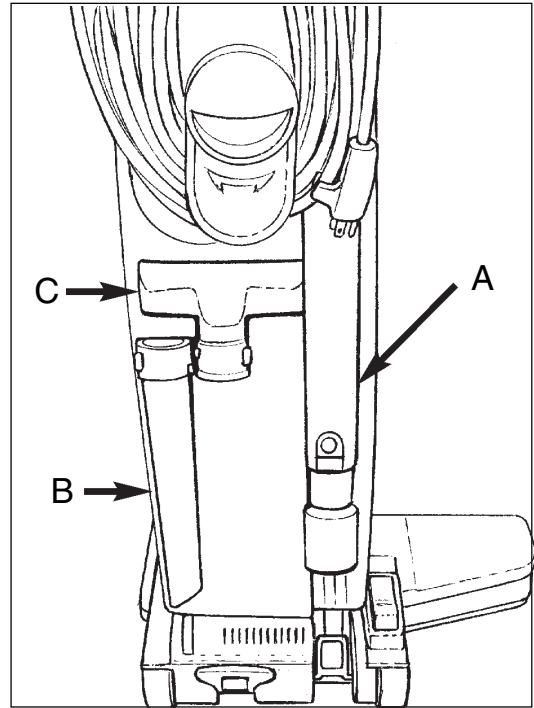

Figura 6
5. Instale el conjunto de la varilla en el alojamiento del depósito trasero derecho (consulte la figura 6, ítem A).
8. Encaje a presión las herramientas para hendiduras (B) y para tapicería (C) en el retenedor de herramientas ubicado en la parte trasera del alojamiento del depósito (consulte la figura 6).